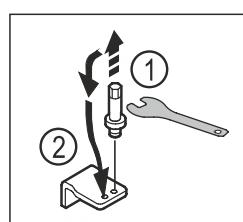

Fig. 19
- ▶ Отвийте болта на долната лагерна стойка с външен шесткантов ключ SW5. Fig. 19 (1)
- ▶ Поставете болта от другата страна. Fig. 19 (2)